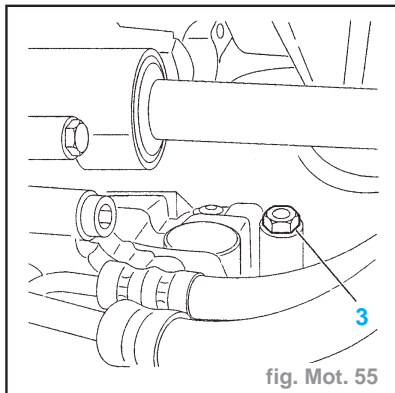

fig. Mot. 55
- Vidanger le moteur en déposant le bouchon (3) (fig. Mot. 55).